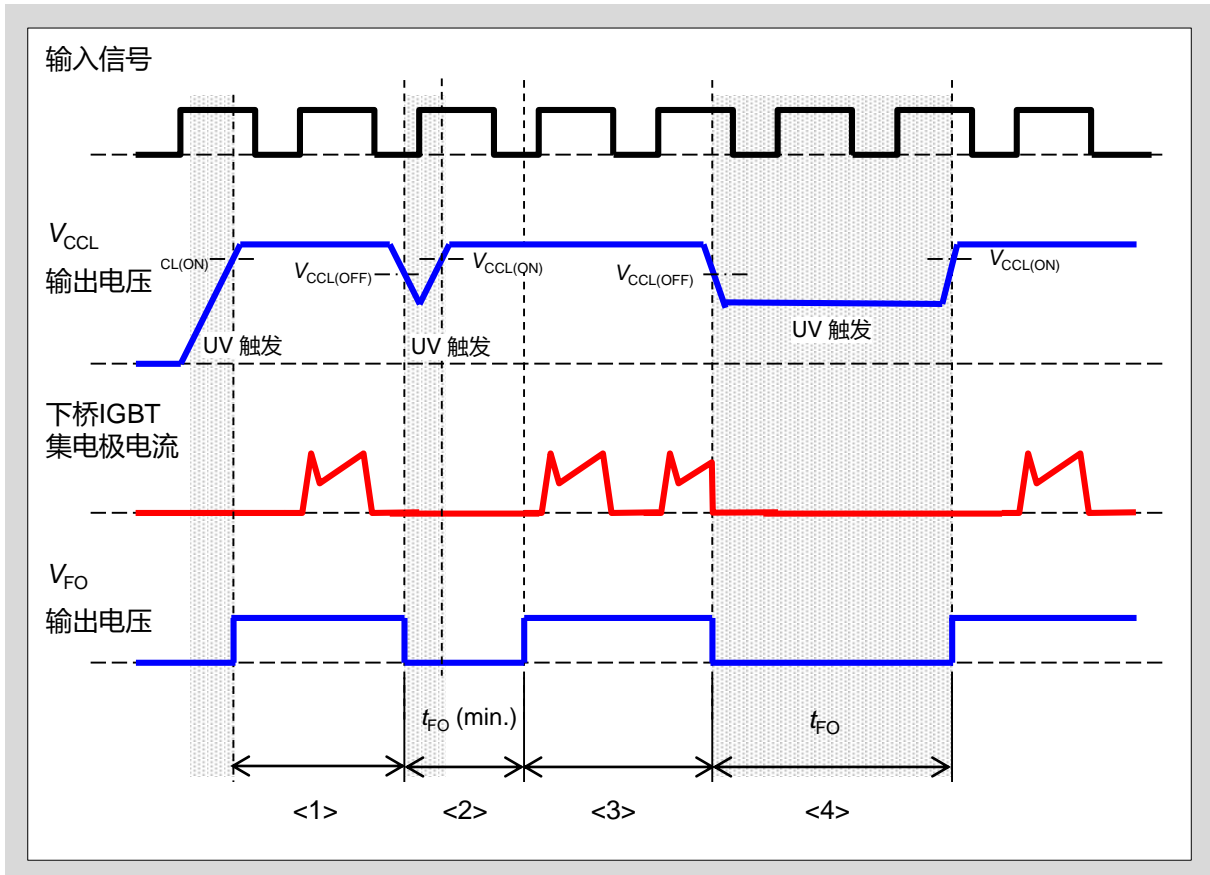
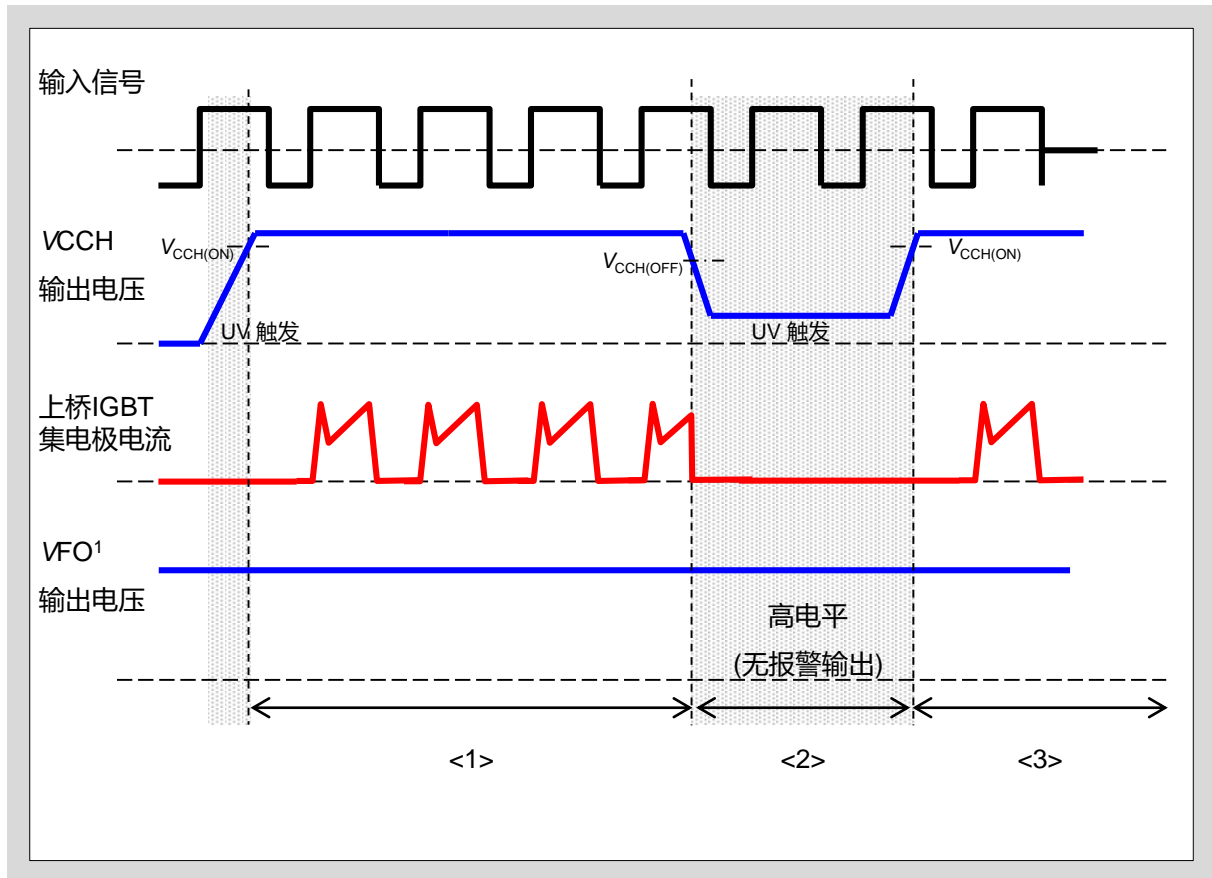

图3-2 V_{CCL} 欠压保护动作时序 (下桥)
图3-3 Vcch 欠压保护动作时序 (上桥)
- 图3-2 和图3-3 分别是 $V_{CCH(U,V,W)}$ 和 V_{CCL} 的欠压保护动作时序。